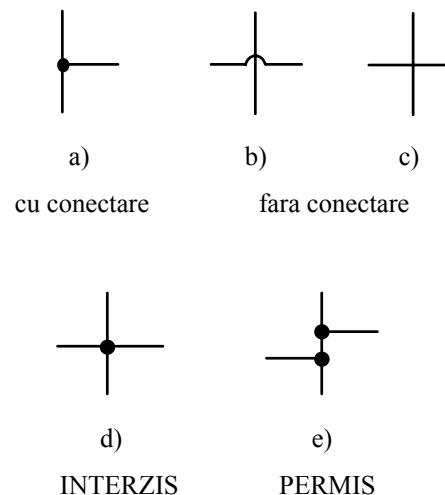

Fig. 1.1. Reprezentarea pe scheme a conductoarelor
- Interconectarea conductoarelor este bine să fie figurată prin cercuri pline, ca în Fig. 1.1. a). Uneori vom uita și noi acest lucru pentru că respectarea altor reguli elimină pericolul unei confuzii.
- Pentru a evita orice posibilitate de confuzie **nu desenați niciodată** patru conductoare conectate într-un singur punct, ca în Fig. 1.1 d) ci folosiți reprezentarea din desenul e) al figurii.